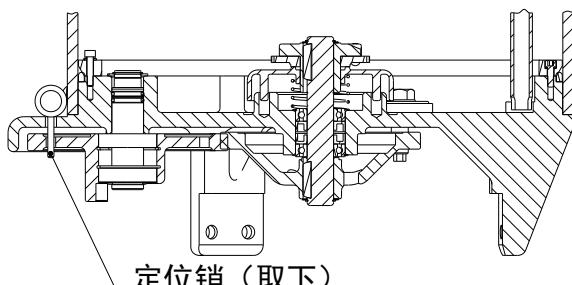

图 5-4
2. 把切换开关吊起，拆下切换开关上的定位销（图 5-4）。